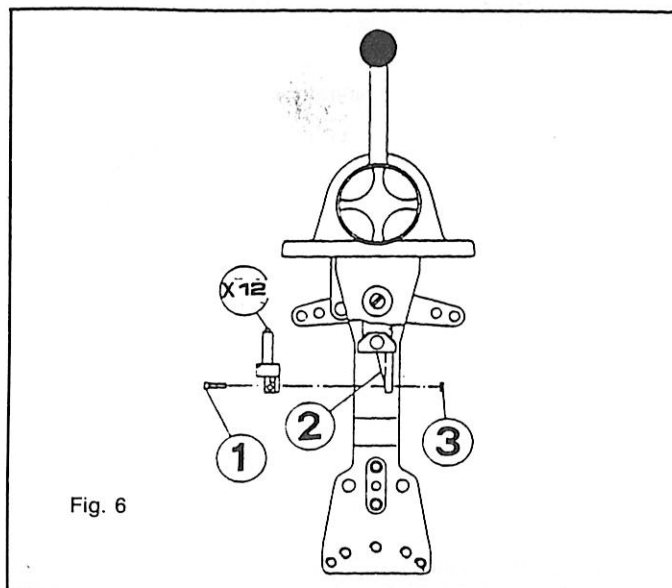

Fig. 6
N.B.: Qualora fosse necessario usare l'interruttore di sicurezza X12 la sua installazione dovrà essere effettuata secondo le seguenti istruzioni fig. 6.
N.B.: In case it should be necessary to use X12 safety switch, its mounting should be made as per the following instructions fig. 6.
N.B.: S'il était nécessaire d'utiliser l'interrupteur de sécurité X12, il faudra l'installer selon les instructions suivantes fig. 6.